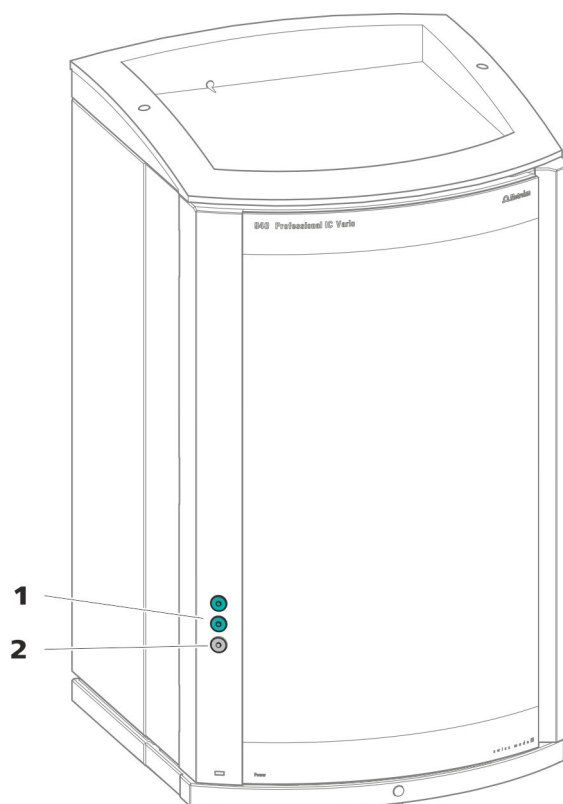

Figure 3 Passages sur la porte
- orifices sur la porte (*voir Figure 3, page 12*)